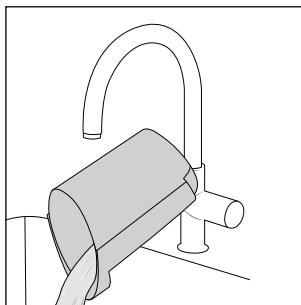

Fig. 22
- ◆ Hæld det snavsede vand og snavset ud (se fig. 22).